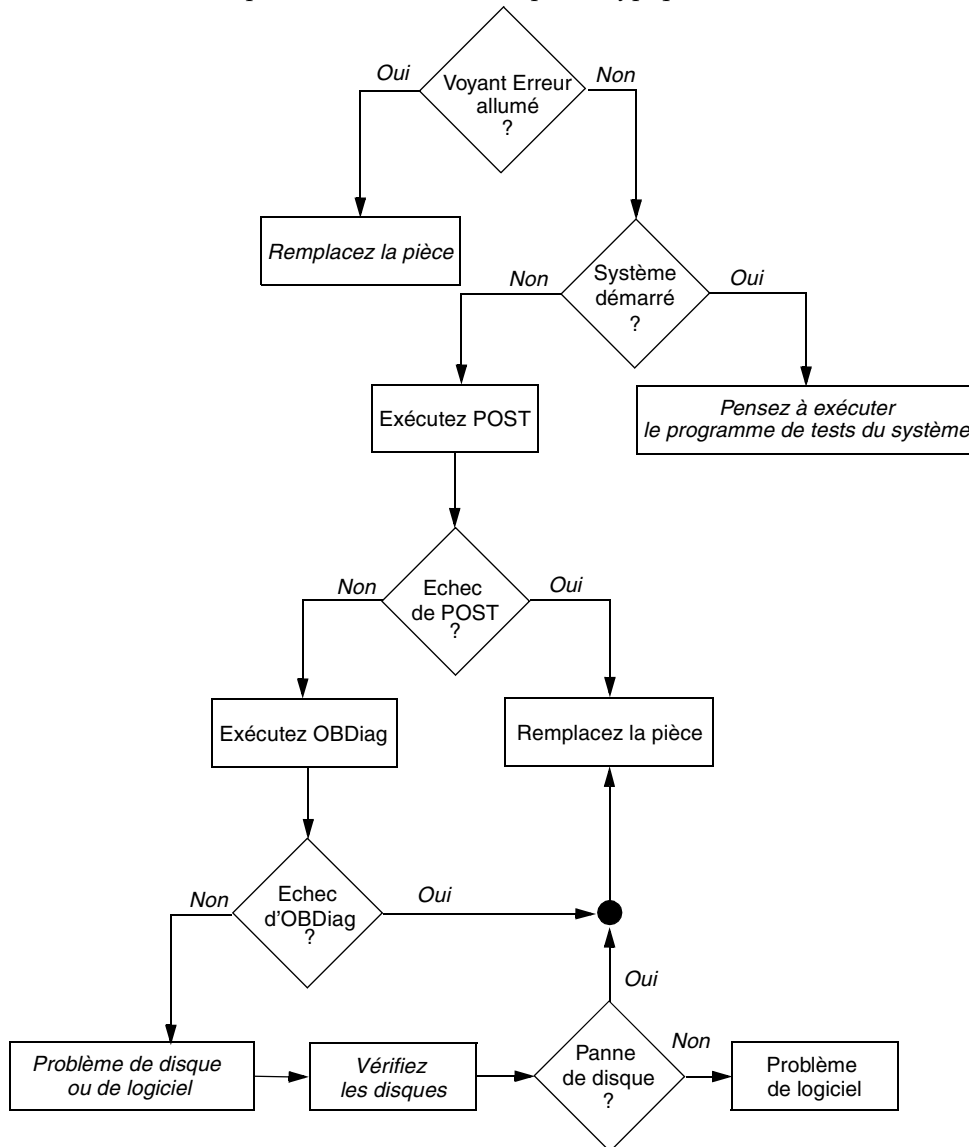

FIGURE 10-1 Choix d'un outil pour isoler les pannes matérielles
- En revanche, si le système *démarre*, utilisez un outil plus complet. La FIGURE 10-1 illustre un processus d'isolation de panne typique.